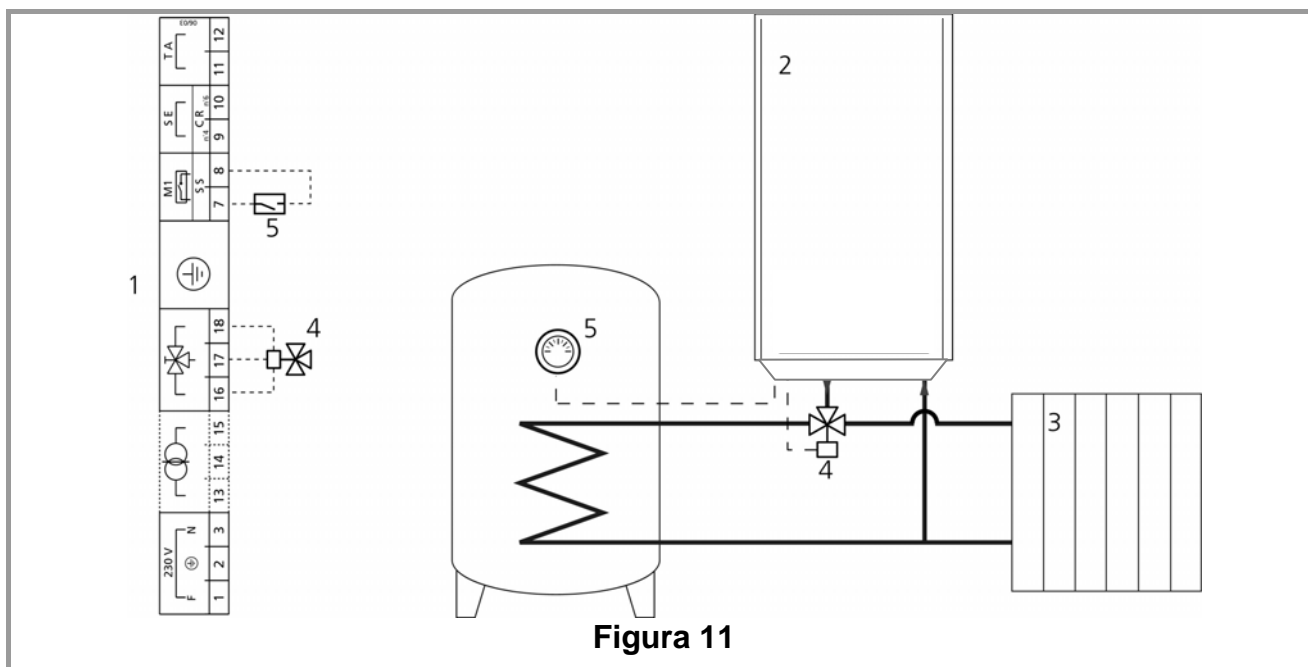

Figura 11
- realizzare il circuito idraulico rappresentato in Figura 11.